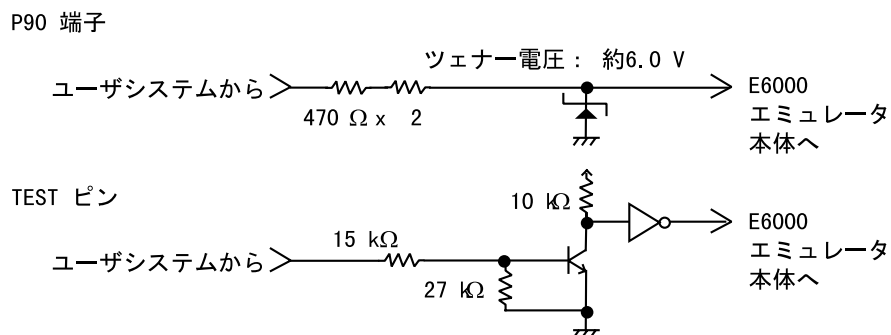

図11 P90、TEST 端子保護回路
- (6) H8/3657 シリーズの P90、TEST 端子には図11に示すような保護回路があります。